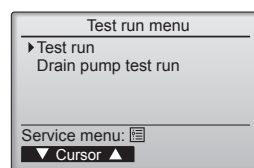

Fig. 6-4
④ Välj "Test run" (Testkörning) med [F1] eller [F2] och tryck sedan på ✓. (Fig. 6-4)